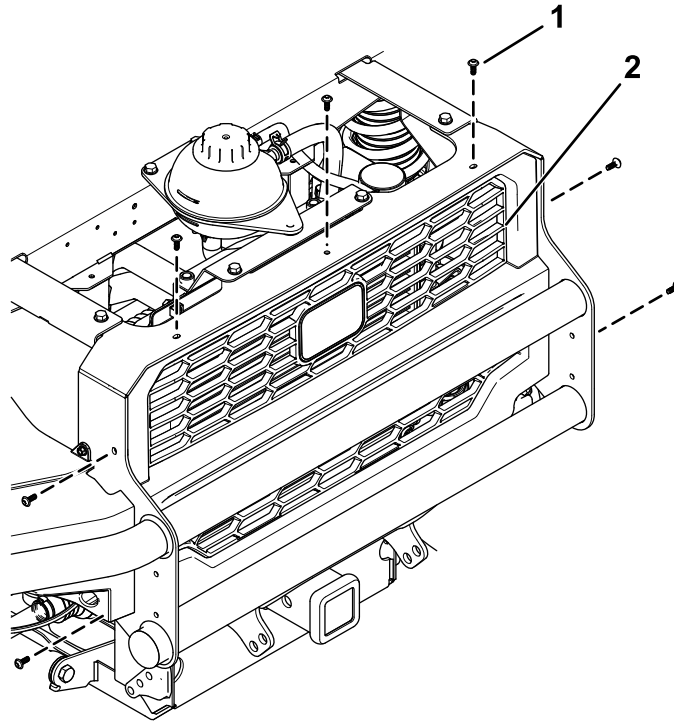

Figure 89
5. Retirez les 7 vis qui fixent la grille et déposez la grille (Figure 89).
7. Reposez la grille et fixez-la avec les 7 vis retirées précédemment (Figure 89).